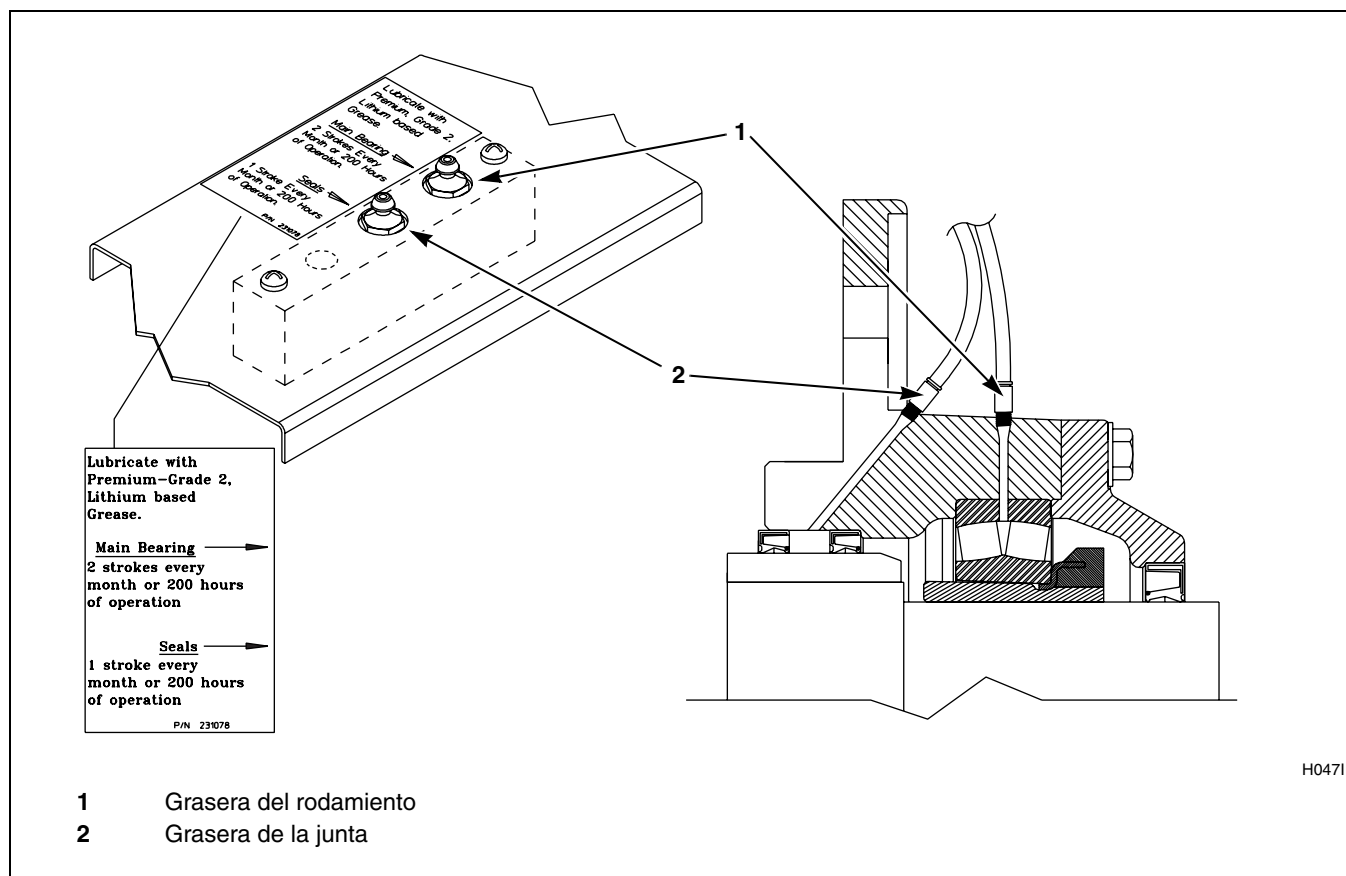

Figura 11
3. Lubrique los cojinetes y las juntas cada mes O después de 200 horas de funcionamiento. Consulte la *Figura 11*.